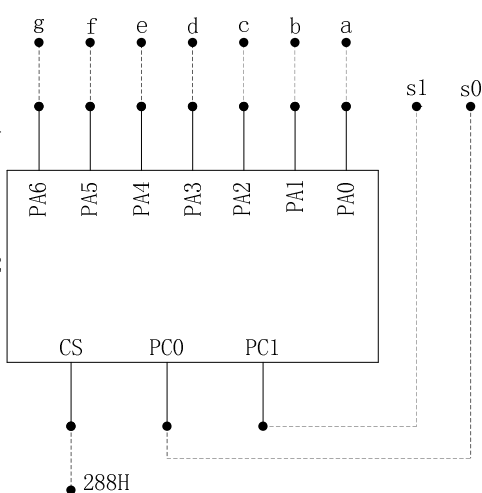

图5-2
- 2、动态显示:按图5-2连接好电路，七段数码管段码连接不变，位码驱动输入端S1，S0接8255 C口的PC1，PC0。编程在两个数码管上显示“56”。